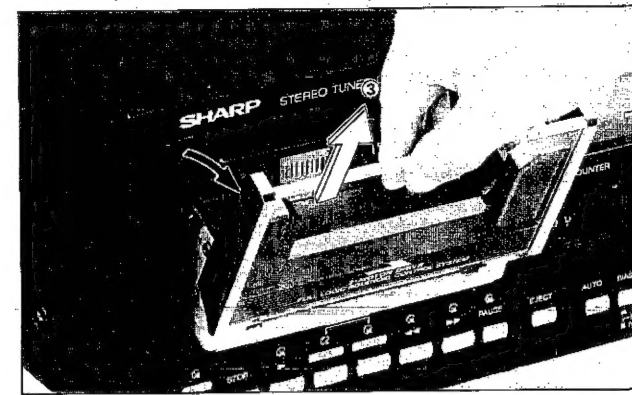

Abbildung 4-1
- ③ Das Kassettenabteil öffnen, und die Kassettenabteilkappe in Pfeilrichtung herausziehen. (Siehe Abbildung 4-1)